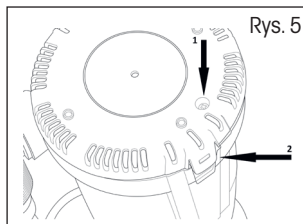

Rys. 4
3. Funkcja Low Suction - pompa może być używana bez osłon w celu uzyskania pełnego zasysania wody. Funkcja ta jest przydatna w przypadku zalania piwnic lub innych pomieszczeń. Woda powinna być wolna od zanieczyszczeń stałych. Poziom resztkowy osiąga zaledwie 1 mm (rys. 4). Do tej funkcji zalecamy użyć zawór zwrotny na wężu.